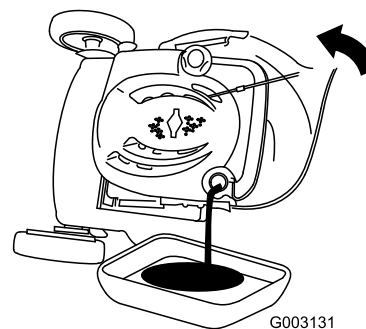

Figura 47
3. Inclinate il tosaerba sul fianco, con il filtro dell'aria in alto, per scaricare l'olio usato attraverso il tubo di riempimento (Figura 47).